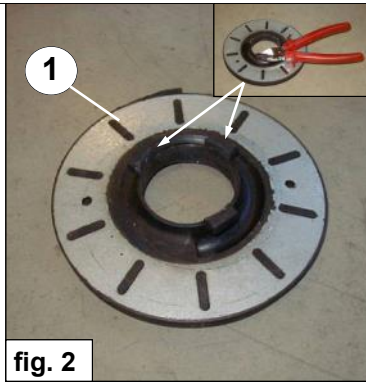

fig. 2
3. Schneiden Sie die Zwei höchsten Nocken von dem originale Federteller 1. Siehe Fig. 2.
3. Découpez les deux butées supérieures du caoutchouc d'origine 1, voir fig. 2